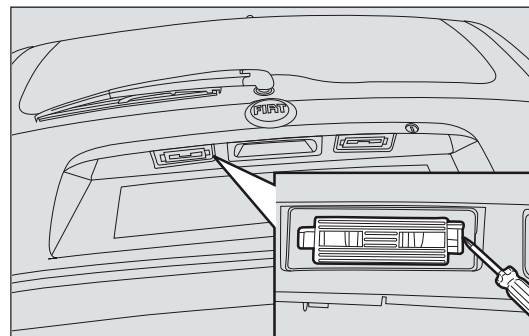
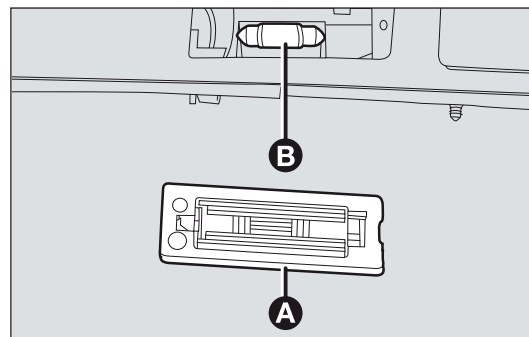

fig. 155
fig. 156
- ☐ con un cacciavite premere sulla molla di ritenuta come indicato in fig. 155 ed estrarre il trasparente A-fig. 156 e dal portalamпада la lampada B;